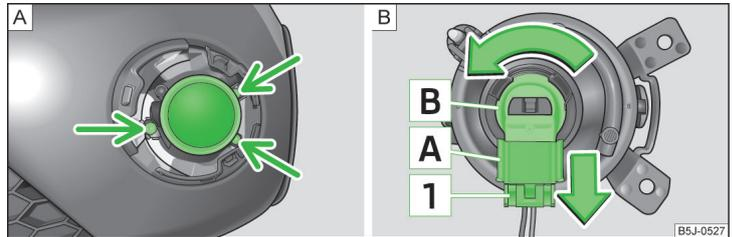

Abb. 160 Vorderer Stoßfänger: Nebelscheinwerfer / Nebelscheinwerfer: Glühlampe wechseln
- › Mit dem Schraubendreher » Seite 165, *Bordwerkzeug* die Schrauben » Abb. 160 - **A** herausdrehen.
- › Die Sicherung **1** » Abb. 160 des Steckers **A** drücken und den Stecker aus der Fassung **B** herausziehen.